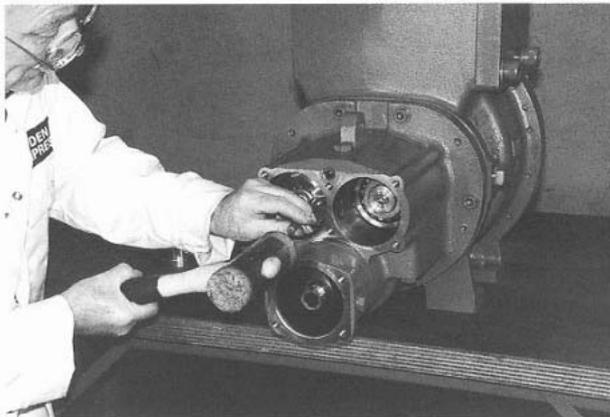
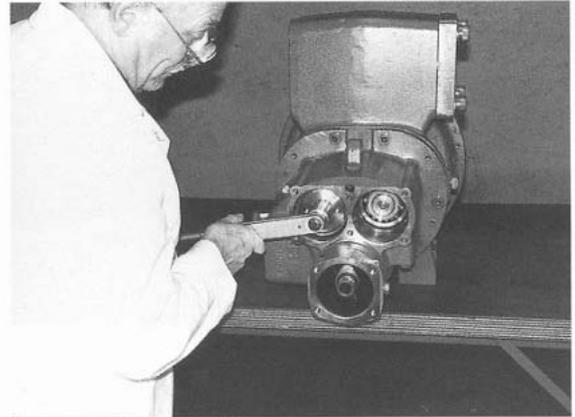

Рис. 41
Рис. 42
26. Пока роторы заблокированы, отпустите пружинную шайбу (рис. 41) и снимите контргайку с ротора "папа" с помощью инструмента XR12005J. (Рис. 42)